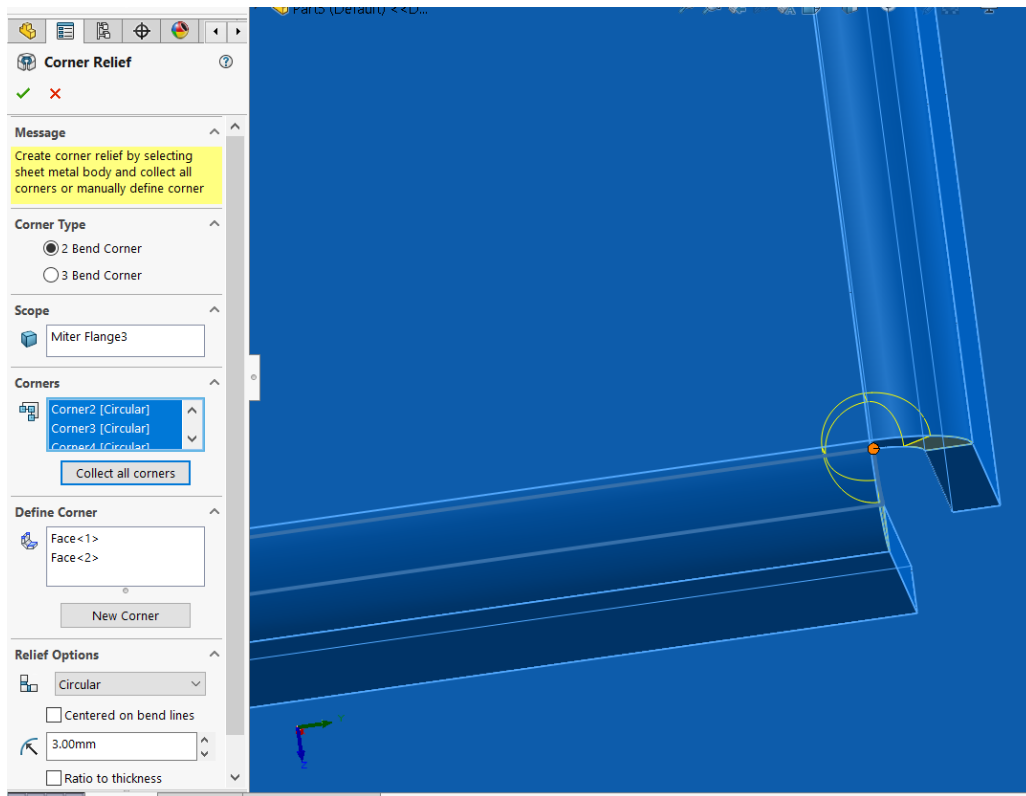

Рисунок 5.9 – Визначення параметрів додавання рельєфу кута
4. У пункті **Ширина прорізу** потрібно встановити значення 3 (рис. 5.9).